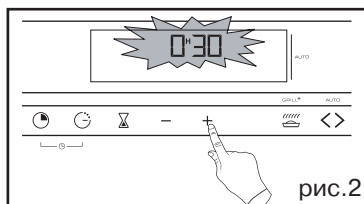

рис.2
- Настраивайте желаемый период времени (максимум 60 минут), при помощи кнопок + или - (рис.2).